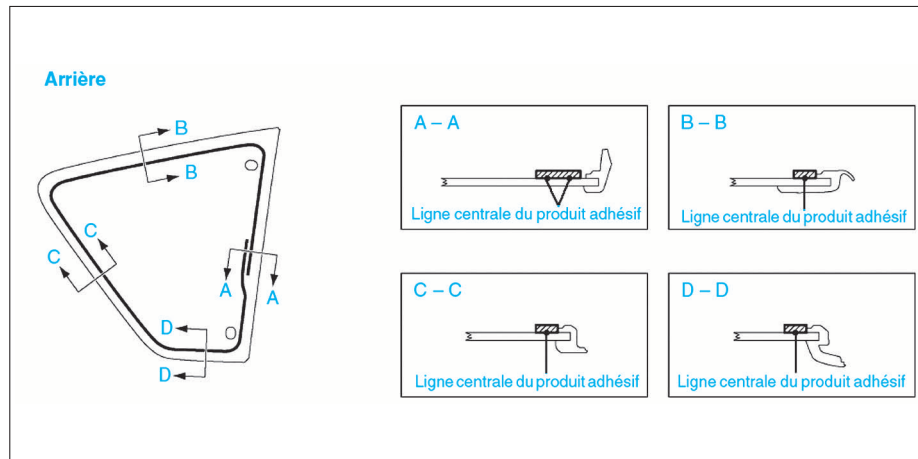

FIG. 8
- Enduire, de manière homogène, la surface de contact de la vitre de custode de primaire d'adhérence (Fig.8).